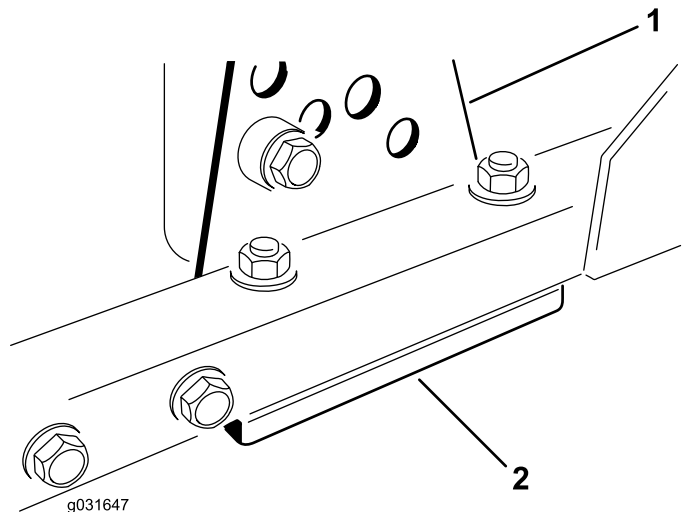

Bild 71
1. Entfernen Sie die Schnitt Höhenhalterung (vorne, links oder rechts) vom Mähwerkrahmen (Bild 71).
2. Führen Sie 1,5-mm- und/oder 0,7-mm-Beilagscheiben zwischen dem Mähwerkrahmen und der Halterung ein, um die gewünschte Schnitt Höhe zu erhalten (Bild 71).
3. Befestigen Sie die Schnitt Höhenhalterung mit den restlichen Beilagscheiben unter der Schnitt Höhenhalterung am Mähwerkrahmen (Bild 71).